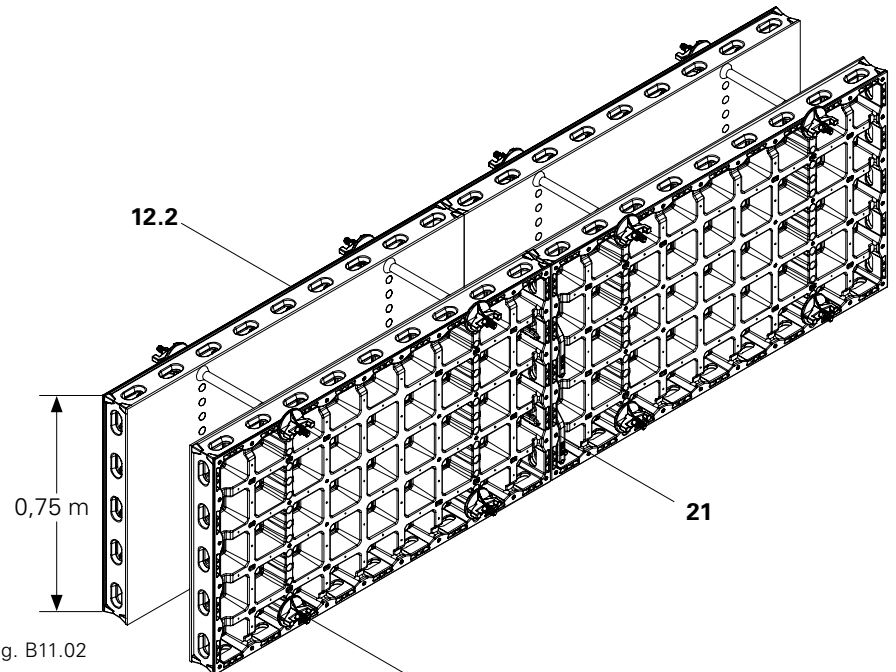

Fig. B11.02
In caso di impiego del pannello jolly DMP 75 (12.2) e del pannello jolly DMP 45 per le fondazioni, è possibile impiegare la piastra con dado DW 15 (54). Utilizzare il secondo punto di ancoraggio dal basso, per evitare che la piastra e il suolo si sovrappongano. (Fig. B11.02 + B11.02a)